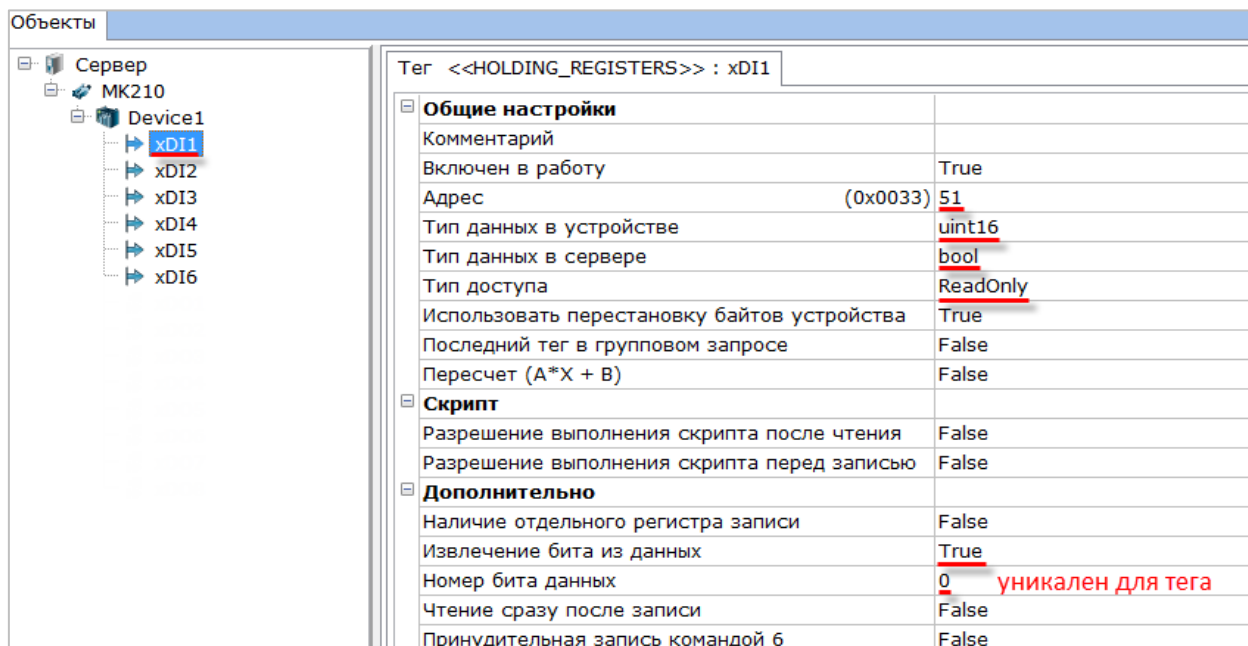

Рис. 7.3. Настройки тегов дискретных входов
- 6 тегов для опроса дискретных входов модуля – с названиями **xDI1...xDI6** и следующими настройками (см. рис. 7.3). **Номер бита данных** уникален для каждого тега: **xDI1** – бит **0**, **xDI2** – бит **1** ... **xDI6** – бит **5**. Остальные настройки идентичны для всех тегов. Адрес регистра выбран в соответствии с п. 2.5.